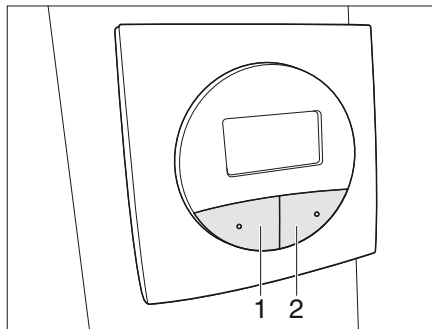

Bild 45 Panel satellitsystem Teleco
- Tryck på SAT-knappen (Bild 45,2) **två gånger**. Satellitsystemet körs ut och söker automatiskt efter den inställda satelliten.
- Tryck på knappen PARK (Bild 45,1). Satellitsystemet körs in.